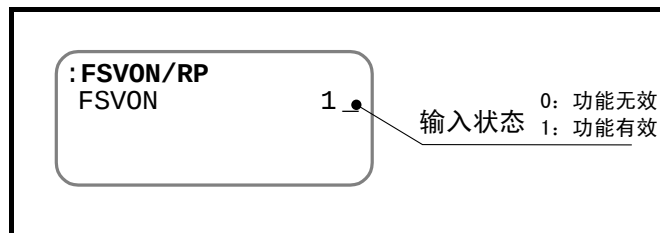

图 A-4：功能监视器的显示示例
- 例如，「图 A-4：功能监视器的显示示例」的例子中，监视 SVON 输入：伺服 ON 功能的输入状态。此例显示，即使 SVON 输入为 B 接点，伺服 ON 输入也为有效。